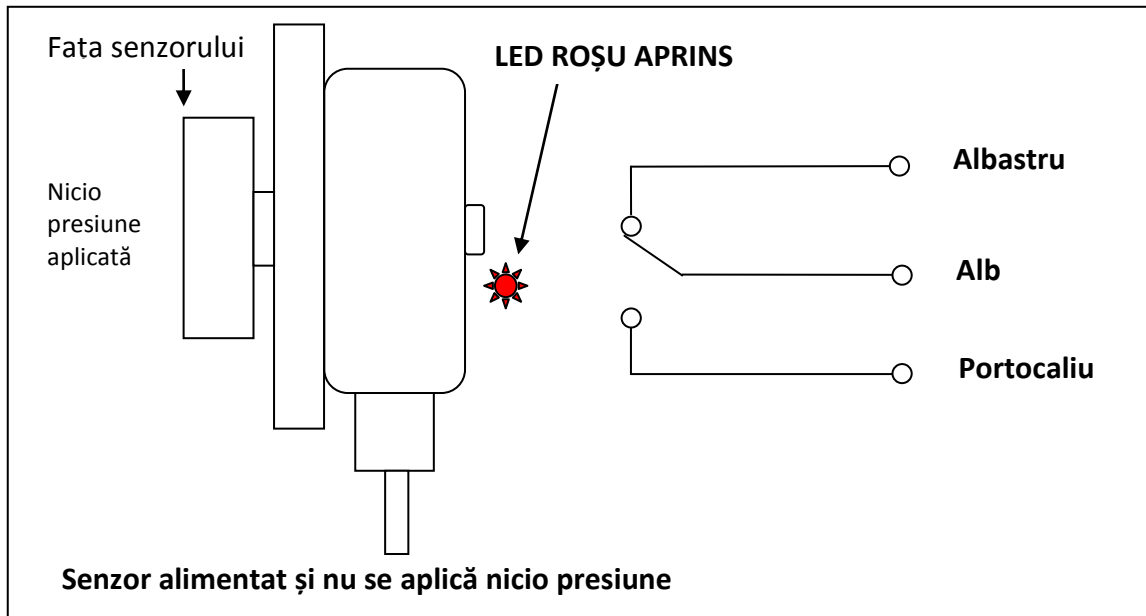
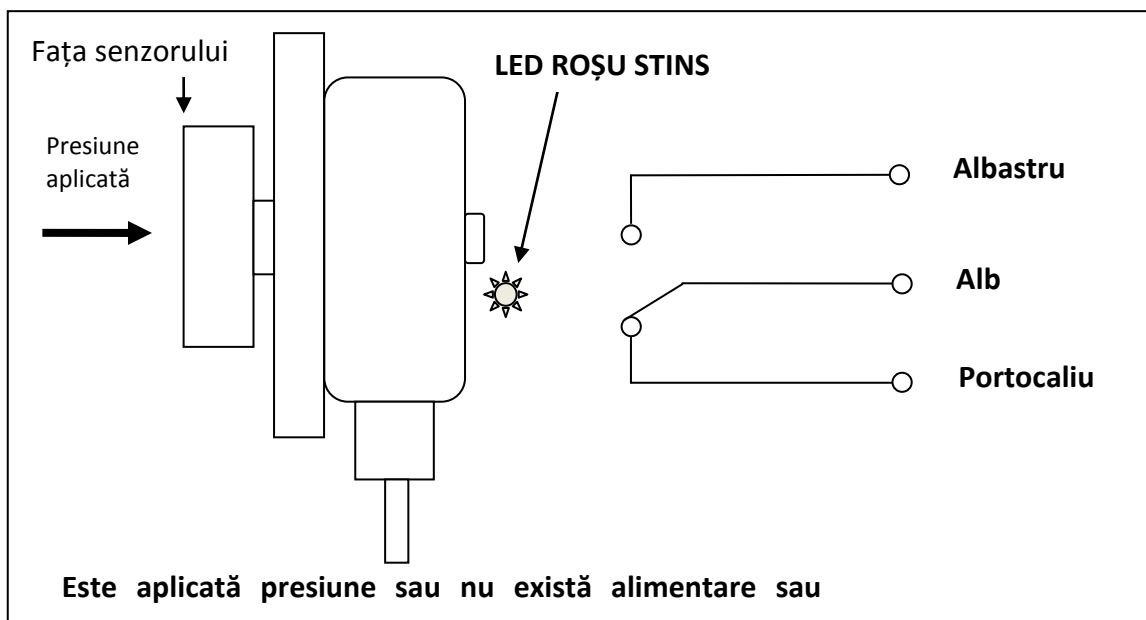

Figura 8 – TouchSwitch în stare de funcționare OK
Figura 9 – TouchSwitch în stare de alarmă
Acesta este întrerupător de limită electronic. Senzorul reacționează la presiunea aplicată pe fața senzorului. **Dacă presiunea este mai mare de 3,6 kg**, atunci senzorul va comuta releul într-o stare de alarmă (a se vedea Figura 9). Dacă senzorul este alimentat și funcționează în mod corespunzător și nu este aplicată nicio presiune pe fața lui, atunci senzorul va energiza releul și va indica starea OK, prin aprinderea unui LED (a se vedea Figura 8).
- 1) Observați că LED roșu de ieșire de pe carcasa senzorului (a se vedea Figura 8) este PORNIT, iar banda sau roata de transmisie nu ating senzorul.
- 3) Verificați dacă alarmele și opririle sistemului general funcționează conform așteptărilor (a se vedea Figura 9)